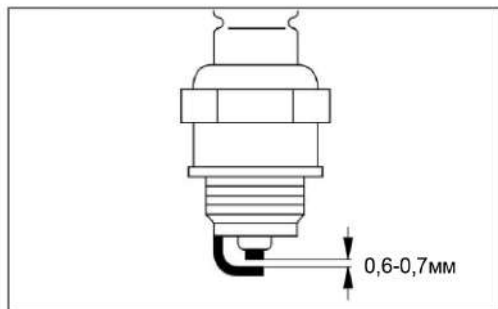

Рис. 19
• Измерьте зазор между электродами свечи зажигания специальным щупом. Зазор должен быть 0,6-0,7мм (рис. 19). При увеличении или уменьшении требуемого зазора рекомендуется заменить свечу, так как регулировка зазора может привести к изменению качества искрообразования.